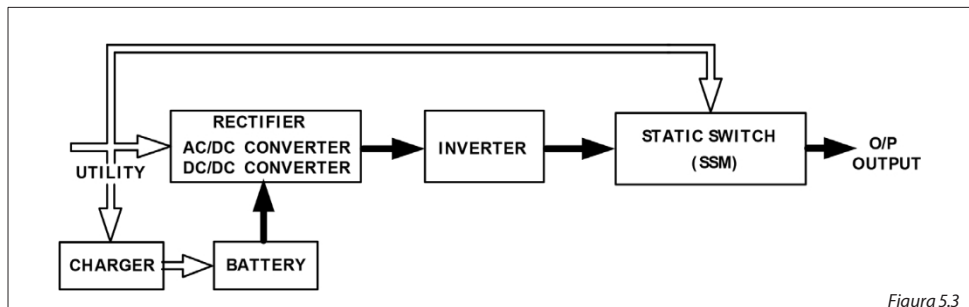

Figura 5.3
3. În caz de defectiune, SAI funcționează așa cum este descris în figura 5.3. Când bateriile sunt slabe, semnalul acustic emite un bip continuu până când acestea se descarcă complet. Protecția bateriei descărcate a SAI permite oprirea alimentării la un anumit nivel pentru a evita descărcarea completă a bateriilor.